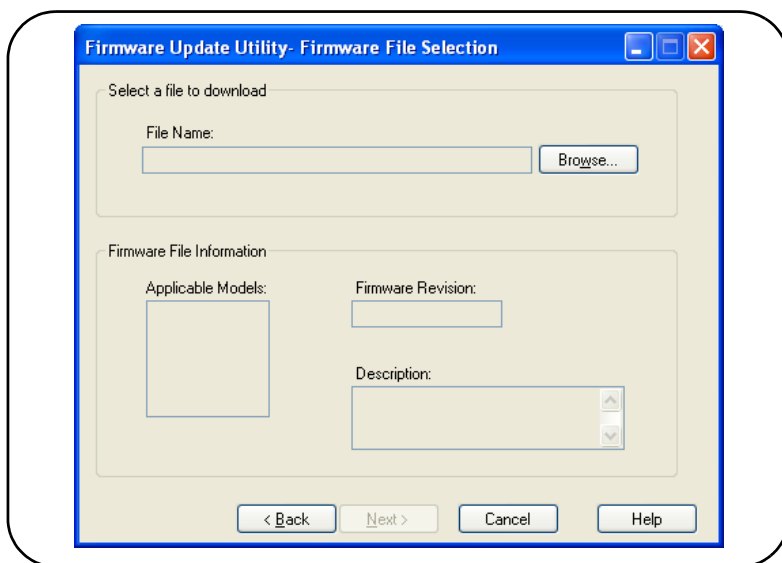

图 2-10. 选择更新文件路径。
2. 按 **Next** 并使用 **Browse** 按钮，指定固件文件的路径（图 2-10）。指定之后，仪器型号、版本和仪器说明将显示在“Applicable Models”窗口中。选择 **Next**。